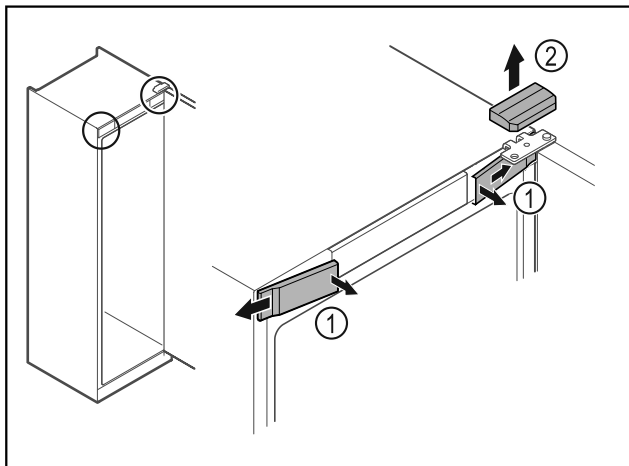

Fig. 8 *
- ▶ Pattintsa ki belül az elülső burkolatokat Fig. 8 (1), és tegye félre.*
- ▶ Vegye le felfelé a felső burkolatot Fig. 8 (2)*.